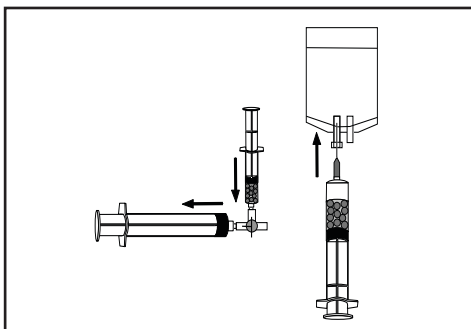

Figure 4.
- 1.3 Sélectionner une seringue de chargement de taille adéquate (60 ml ou 100 ml). Raccorder la seringue de produit et la seringue de chargement au robinet à 3 voies (figure 4).
de transport (figure 4). S'assurer qu'il reste assez de solution de transport à l'intérieur de la seringue de chargement pour couvrir les microsphères.